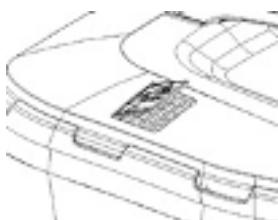

Рис. 14
- В процессе работы, пока травосборник не заполнен, флагок индикатора приоткрывается (рис.14).